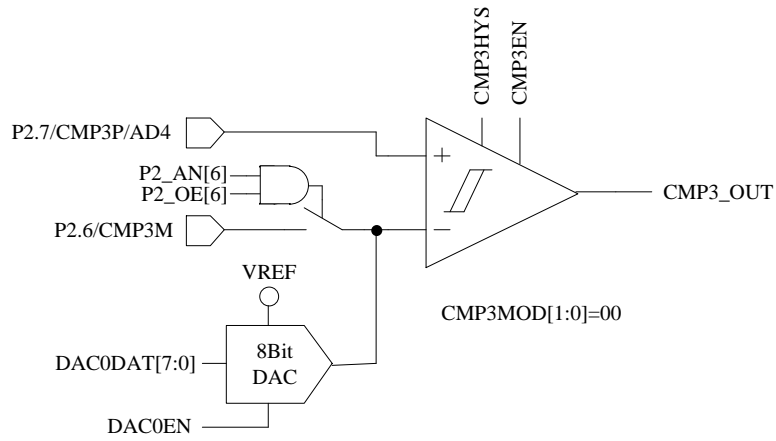

图 30-2 CMP3MOD[1:0]=00，选择单比较器输入模式
- 配置 CMP\_CR1[CMP3MOD] = 00，CMP3 为单比较器输入模式，具体输入输出端口及接法如图 30-2 所示